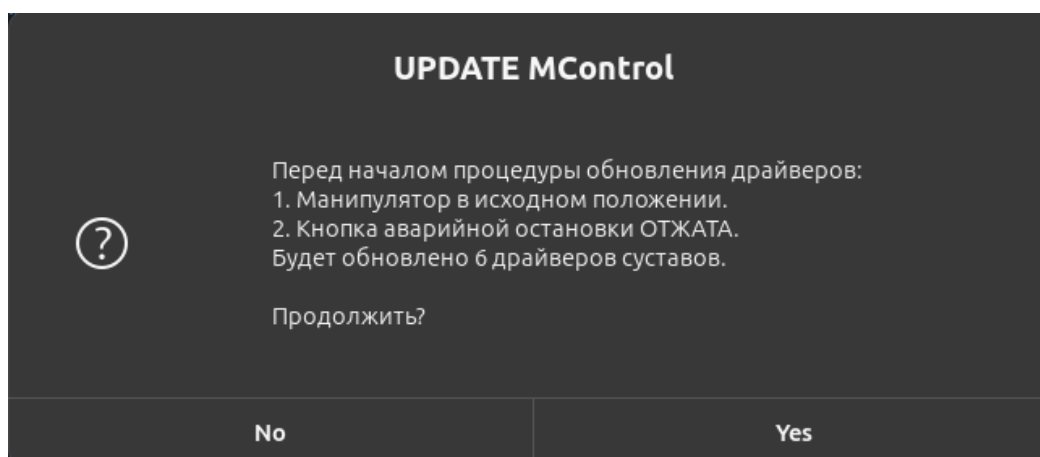

Рисунок II-65 – Предупреждение
- «Gadget», «Driver» – отобразится предупреждение «Перед началом процедуры обновления драйверов: 1) Манипулятор в исходном положении. 2) Кнопка аварийной остановки ОТЖАТА. Будет обновлено ... драйверов суставов. Продолжить?» (см. Рисунок II-65);